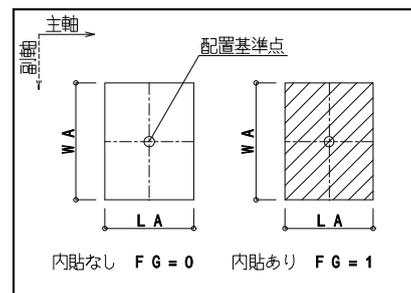

図 3
- 2) 接続点が存在しない「ボックス」「チャンバー」「その他の部材」については、部材の中心を配置基準点とする。（図 3 参照）